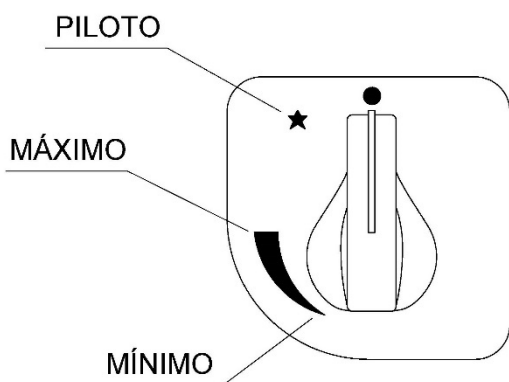

Fig 22
- Encendido de la llama piloto del quemador descubierto, pulsar el mando 1 fig. 22, y girar en sentido contrario a las agujas del reloj, hasta la posición de **PILOTO**. Sin dejar de pulsar el mando de la válvula de seguridad, al mismo tiempo acercar una llama al piloto, este quedara encendido, mantener pulsado el mando durante unos segundos sin soltarlo comprobando que el piloto quede encendido, si no fuera así repetir esta operación.
- Encendido del quemador. Pulsar de nuevo el mando fig. 22 de la válvula de seguridad y girarlo en sentido anti-horario hasta la posición de máximo, el quemador se pondrá en marcha, se encenderá.